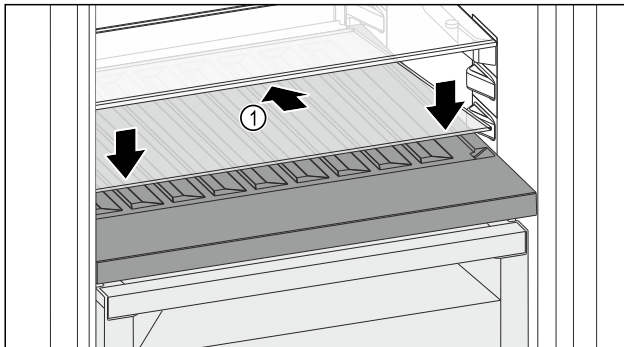

Fig. 168
- Glasplatte Fig. 168 (1) schräg und nach hinten unten geneigt ansetzen.
- Glasplatte Fig. 168 (1) vorne absenken.